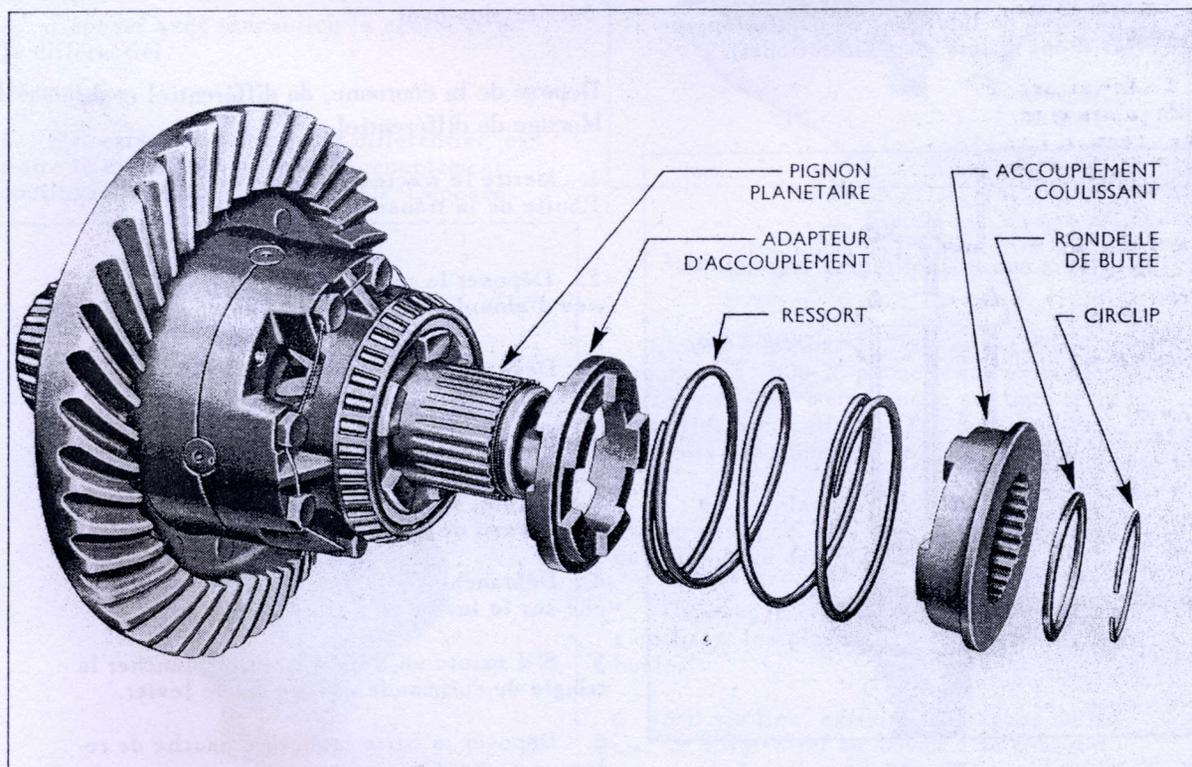

Fig. 17
2. Extraire le circlip maintenant l'accouplement coulissant sur le planétaire droit, et déposer la rondelle de butée, le ressort de rappel et l'adaptateur d'accouplement (fig.17).
la rondelle de butée, l'accouplement coulissant, le ressort de rappel d'accouplement et l'adaptateur d'accouplement (fig. 17)